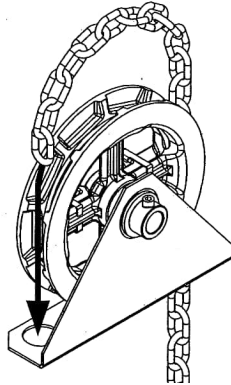

Figura 13 - Instalación de la cadena manual
1. Deslizar la cadena manual a través de la polea de cadena y la guía de la cadena, consultar la Figura 13.